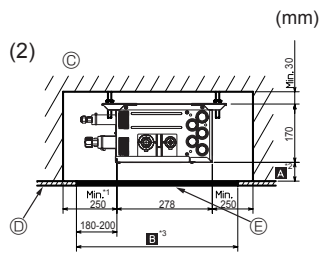
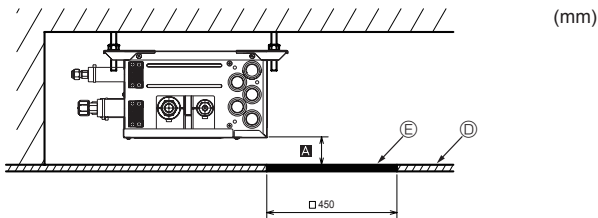
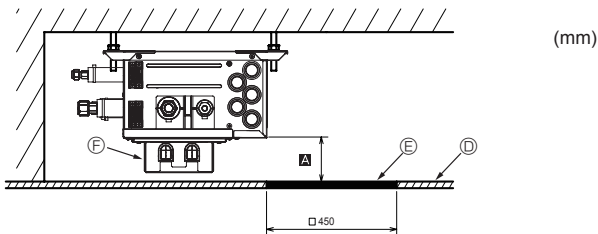

Fig. 4-7
Fig. 4-8
Fig. 4-9
(2) Vista Lateral (Fig. 4-7, Fig. 4-8, Fig. 4-9)
Para instalar a Caixa do Reactor opcional, defina para Mín. 270 mm <recomendação> (Fig. 4-9), A
No caso de "□ 450", prepare um orifício de manutenção num lado da PCB (como mostrado na Fig. 4-8, Fig. 4-9), e "Mín. 300 mm" é necessário como distância A.